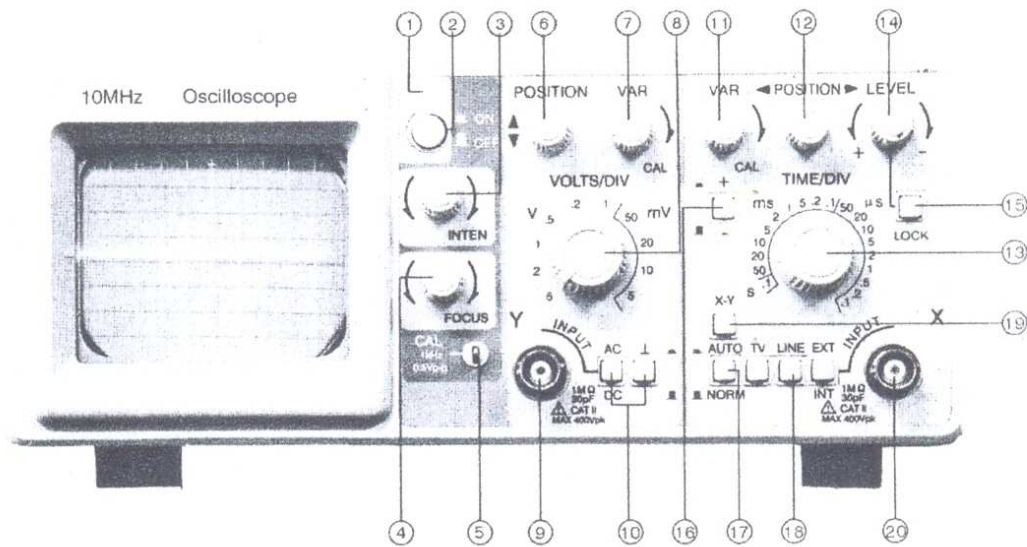

Figura 3-3 Panel frontal del modelo horizontal
3.1.3 Figura 3-3: Controles en el panel frontal del osciloscopio horizontal.